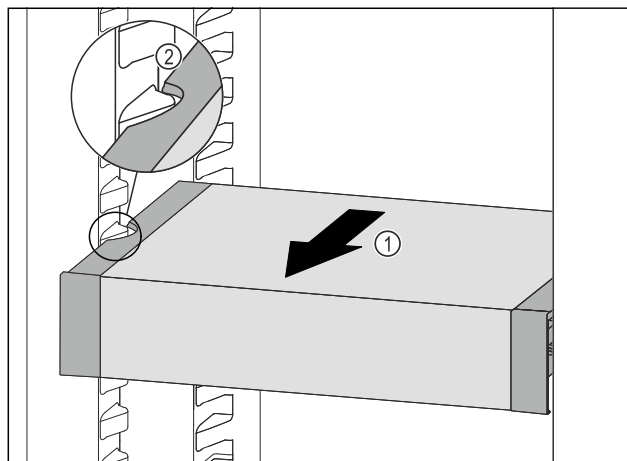

Fig. 207
- Ladicu VarioSafe vucite prema naprijed Fig. 207 (1) sve dok se boćni otvori ladice VarioSafe ne nađu na visini žlijeba spremnika u hladnjaku. Fig. 207 (2)